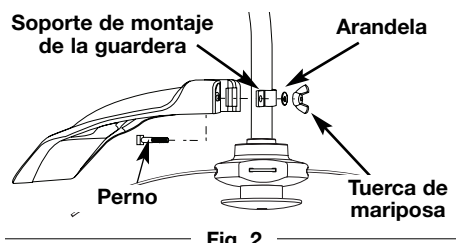

Fig. 2
2. Desde el interior del protector del accesorio de corte, empuje el perno cuadrado a través del orificio hasta que el extremo con roscas sobresalga a través del soporte de montaje de la guardera (Fig. 2).